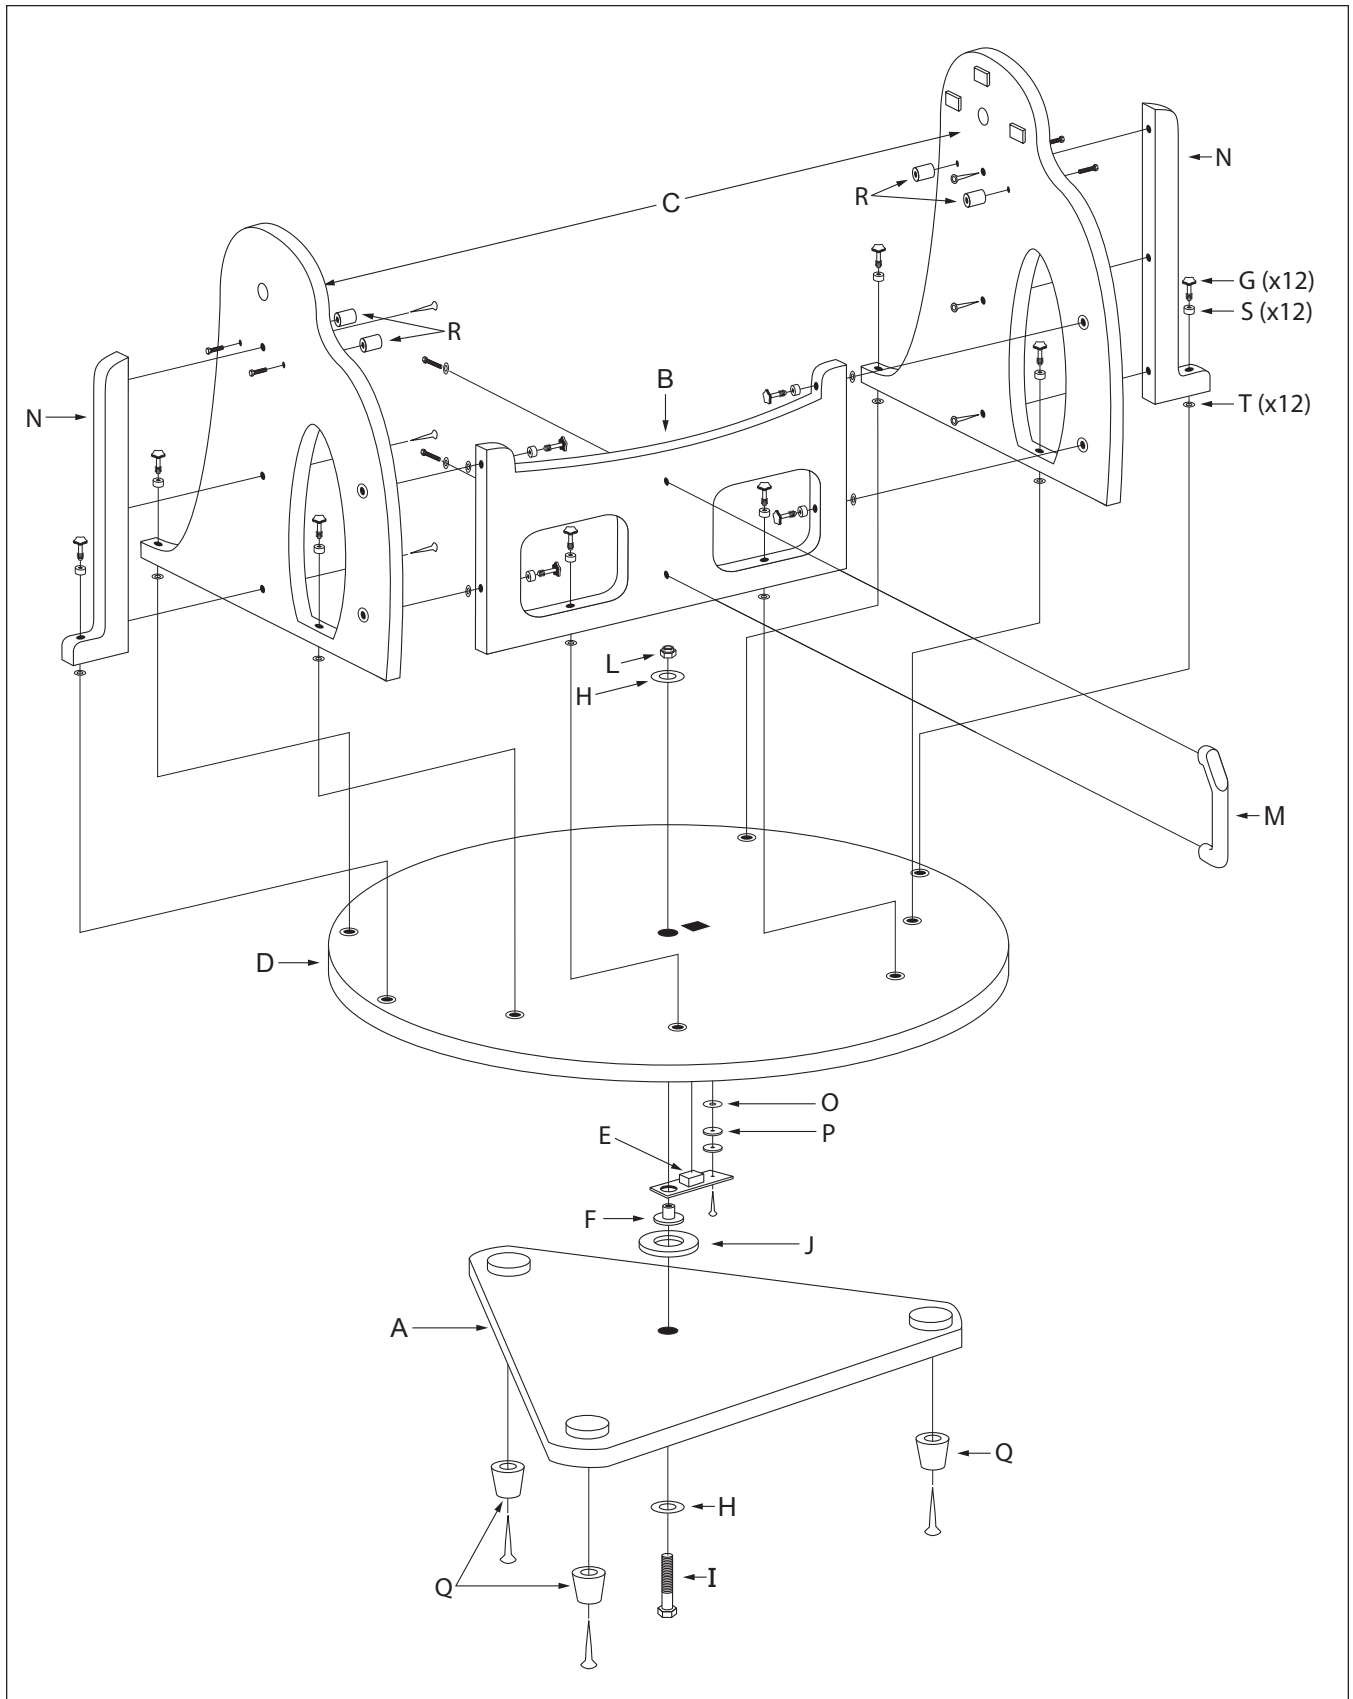

Figura 7. Vista esplosa della base del telescopio XX14i.
Fare riferimento alla **Figura 7** durante il montaggio della base. Serrare saldamente le viti, ma fare attenzione a non stringere eccessivamente e rovinare la filettatura dei fori. Se si usa un cacciavite elettrico, passare a un cacciavite standard per il serraggio finale per evitare di rovinare la filettatura.
1. Con un cacciavite a croce, avvitare i piedini (Q) sotto la piastra a terra (A) con le viti per legno in dotazione. Inserire le viti attraverso i piedini e infilarle nei buchi parzialmente preforati.
2. Fissare i rinforzi laterali (N) ai pannelli laterali (C) usando tre delle viti di montaggio della base per ogni pannello. Il rinforzo deve essere fissato alla superficie esterna del pannello laterale con l'etichetta SkyQuest XX IntelliScope. Le viti passano attraverso i fori nei pannelli e si avvitano nei buchi preforati dei rinforzi laterali. Usare la chiave esagonale da 4 mm per serrare saldamente le viti.
3. Installare quindi i bulloni di fissaggio imperdibili (G), con le relative manopole nere incluse. Per la posizione dei 12 bulloni di fissaggio fare riferimento alla **Figura 7**. Iniziare dalla piastra frontale (B), che contiene sei fori passanti per i bulloni di fissaggio.
Innanzitutto infilare un distanziale (S) sul bullone di fissaggio (G), quindi inserire il bullone nel foro passante, nella direzione indicata in **Figura 7**. Tenendo la manopola con una mano, usare l'altra per infilare una rondella in gomma (T) sulla parte filettata (sporgente) del bullone. Dato che lo spazio è molto limitato, potrebbe essere
25. Fissare la maniglia (M in **Figura 7**) alla piastra frontale (B) con le due viti per la maniglia. Mettere una rondella per maniglia su ciascuna vite, quindi premere la maniglia contro la piastra frontale (il lato della maniglia con il logo di Orion deve essere rivolto verso l'alto). Infilare le viti nella maniglia dalla superficie interna della piastra frontale e serrarle con la chiave a mezzaluna in dotazione.